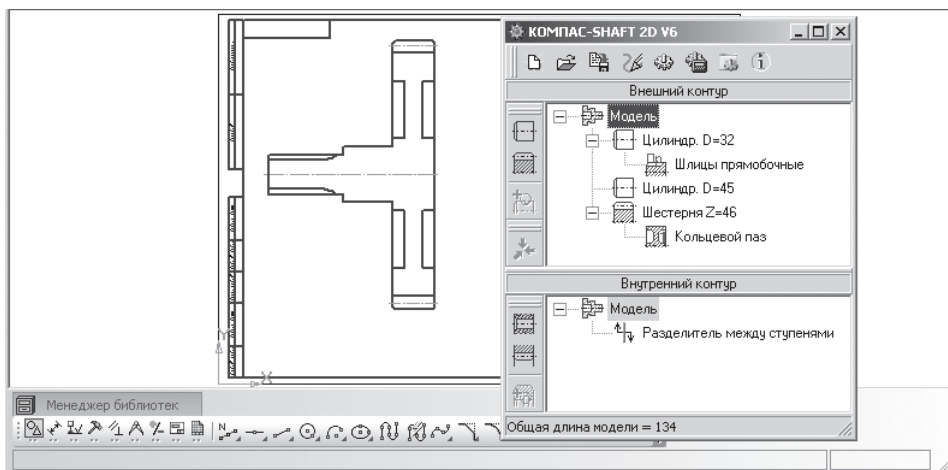

Рис. 3.28. Результат ввода шлицев на первой цилиндрической ступени вала
- щелкните в диалоговом окне **Шлицы прямобочные** по кнопке  – **ОК** для завершения ввода данных на первой цилиндрической ступени вала шлицев. Появятся шлицы на первой ступени вала, см. рис. 3.28, и пункт **Шлицы прямобочные** в верхнем окне главного окна системы КОМПАС-SHAFT 2D V6.